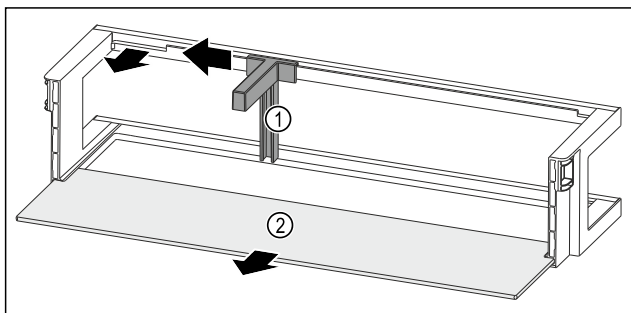

Fig. 93 Polica u vratima s držačem boca i policom za odlaganje
- ▶ Držać za boce Fig. 93 (1) pogurnite do otvora na stranu.
- ▶ Izvadite držać za boce Fig. 93 (1).
- ▶ Izvadite policu Fig. 93 (2).